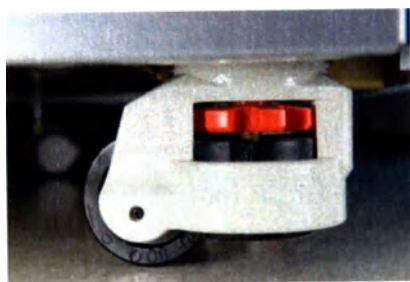

Рис. 3-1: Разблокированное роликовое колесо с ножкой аппарата, приподнятой от пола
1. Поворачивайте рычажок против часовой стрелки, пока ножка аппарата не поднимется от пола, как показано на Рис. 3-1.